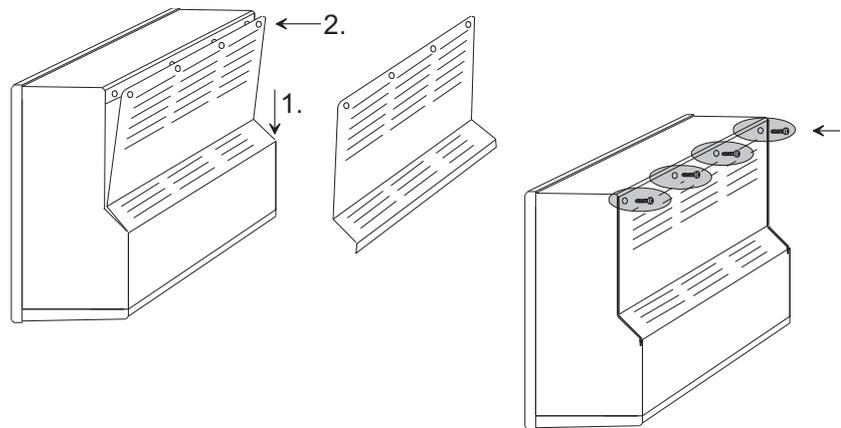

Bild D 8-11: Befestigen des Abdeckblechs
16. Montieren Sie das hintere Abdeckblech mit vier Schrauben (Bild D 8-11).